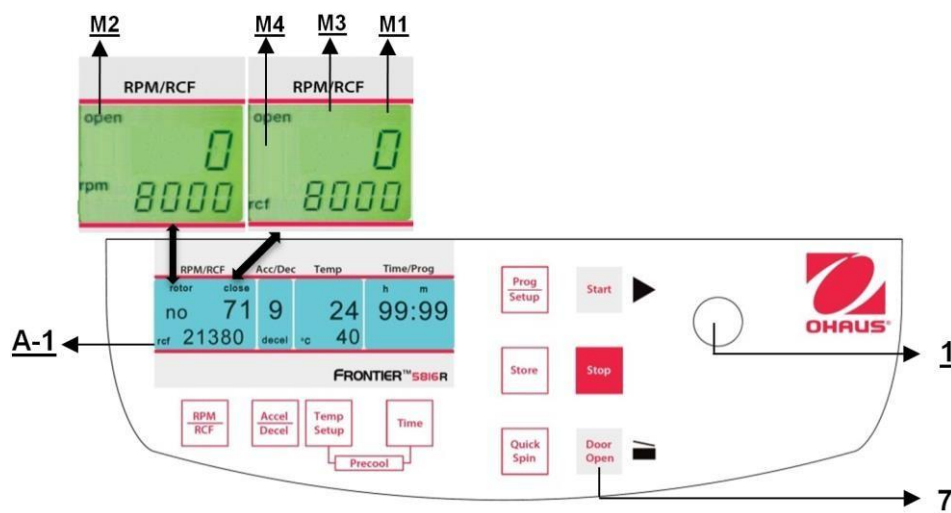

Figura 18
Después de la operación, cuando la tapa de la centrifuga está cerrada, aparece la palabra **"close"** (M1) en la pantalla **"RPM | RCF"** (A-1). Además, si hay un rotor en la centrifuga, aparece la palabra **"rotor"** (M3) así como el número de código del rotor respectivo, el cual está en el sistema de la centrifuga **"71"** (M4). Si no hay rotor en la centrifuga, destella la palabra **"rotor"** (M3) y aparece adicionalmente la palabra **"no"** (M4). Al presionar el botón **"Door Open"** (7), puede liberar la tapa de la centrifuga. Tan pronto la tapa electromagnética esté completamente liberada, aparece la palabra **"open"** (M2). Ahora puede abrir la tapa de la centrifuga. Consulte la Figura 18 a continuación para referencia.
La tapa debe bajarse solo un poco. Un seguro de la tapa electromagnética cierra la tapa, al mismo tiempo que desaparece la palabra **"open"** (M2) (vea la Figura 18). Como signo de que la centrifuga está lista para arrancar, en la pantalla **"RPM | RCF"** (A-1) aparece la palabra **"close"** (M1). Al mismo tiempo, aparece la palabra **"rotor"** (M3), así como el número de código del rotor, el cual está en el sistema de la centrifuga, **"no 71"** (M4). Con eso, todos los datos específicos del rotor, por ejemplo máxima velocidad, aceleración, etc. están adoptados.